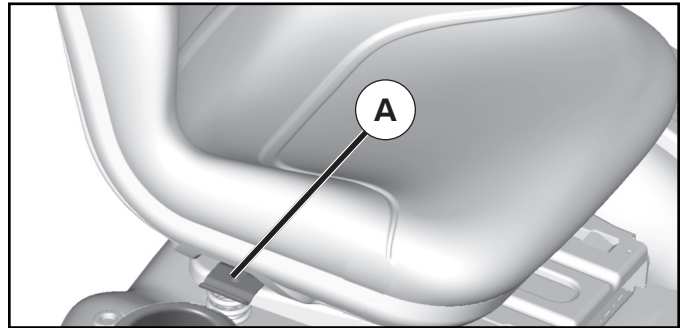

Fig. 2
ADJUST SEAT (See Fig. 2)
1. SET PARKING BRAKE LEVER AND LOWER ATTACHMENT LIFT LEVER (See Fig. 2 and 3)